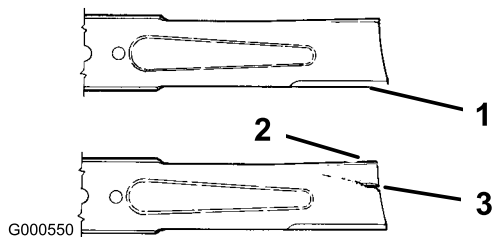

Figure 35
2. Examinez le tranchant des lames (Figure 35). Si elles ne sont pas tranchantes ou si elles présentent des indentations, déposez et affûtez la lame (voir Aiguisage de la lame).
3. Inspectez la lame, surtout la partie relevée (Figure 35). Remplacez immédiatement toute lame endommagée, usée ou qui présente une entaille (Figure 35).